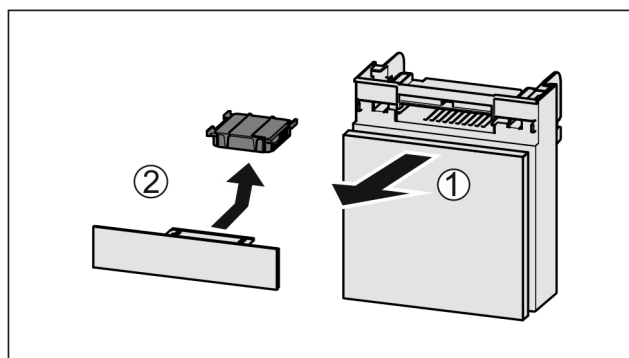

Fig. 138
- ▶ Extraire le compartiment par l'avant Fig. 138 (1).
- ▶ Sortir le filtre à charbon actif Fig. 138 (2).